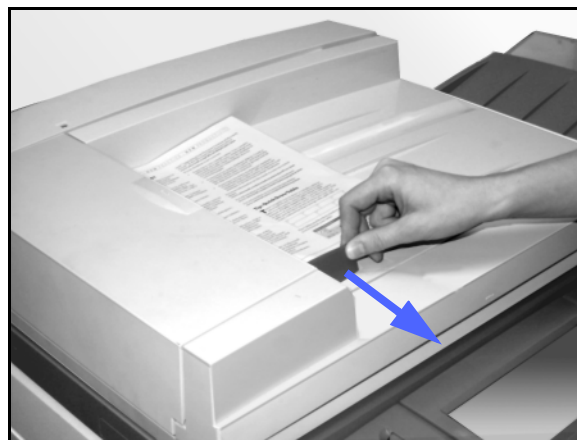

Figure 8 : Décalage du guide document
- 4** Écartez le guide de la pile (voir la figure 8). Retirez les documents du bac récepteur du chargeur.